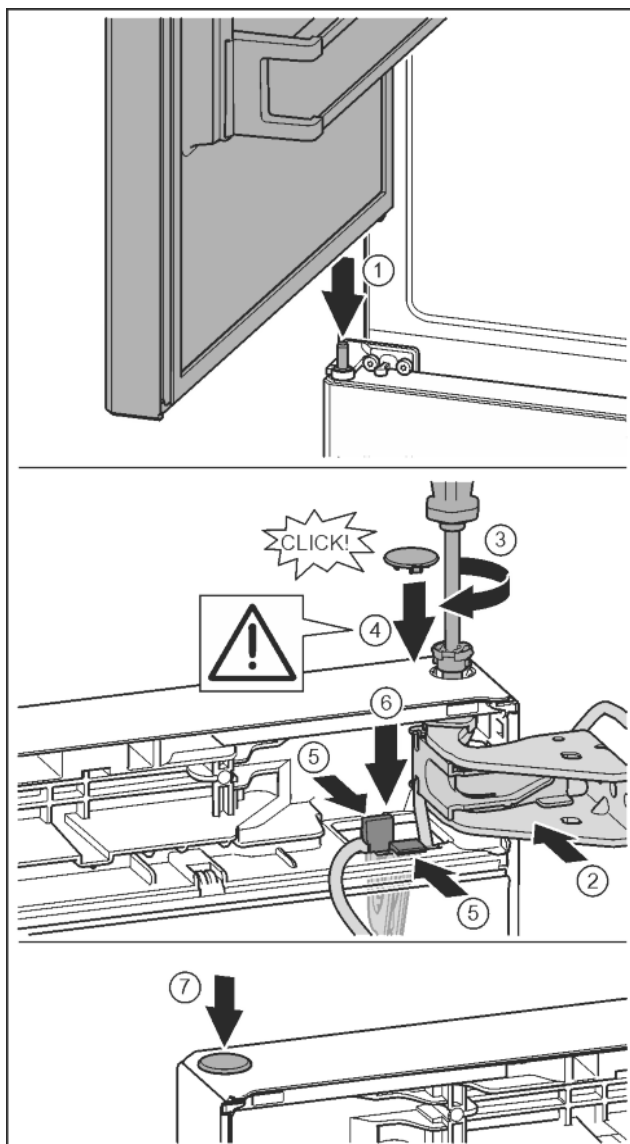

Fig. 37
- ▶ Установка верхней двери на средний опорный палец Fig. 37 (1)
- ▶ Дверь вверху выровнять по отверстию в опорном кронштейне. Fig. 37 (2)
- ▶ Вставить палец и затянуть отверткой T15. Fig. 37 (3)
- ▶ Установить предохранительную крышку для защиты двери: вставить предохранительную крышку и проверить, прилегает ли она к двери. В противном случае вставить палец полностью. Fig. 37 (4)
- ▶ Вставить держатель кабеля с закрепленным на нем кабелем в отверстие. При этом более длинное отверстие соединительной накладки должно быть направлено вперед. Fig. 37 (5)
- ▶ Прижать держатель вниз так, чтобы соединительная накладка защелкнулась. Fig. 37 (6)
- ▶ Вставить заглушку. Fig. 37 (7)